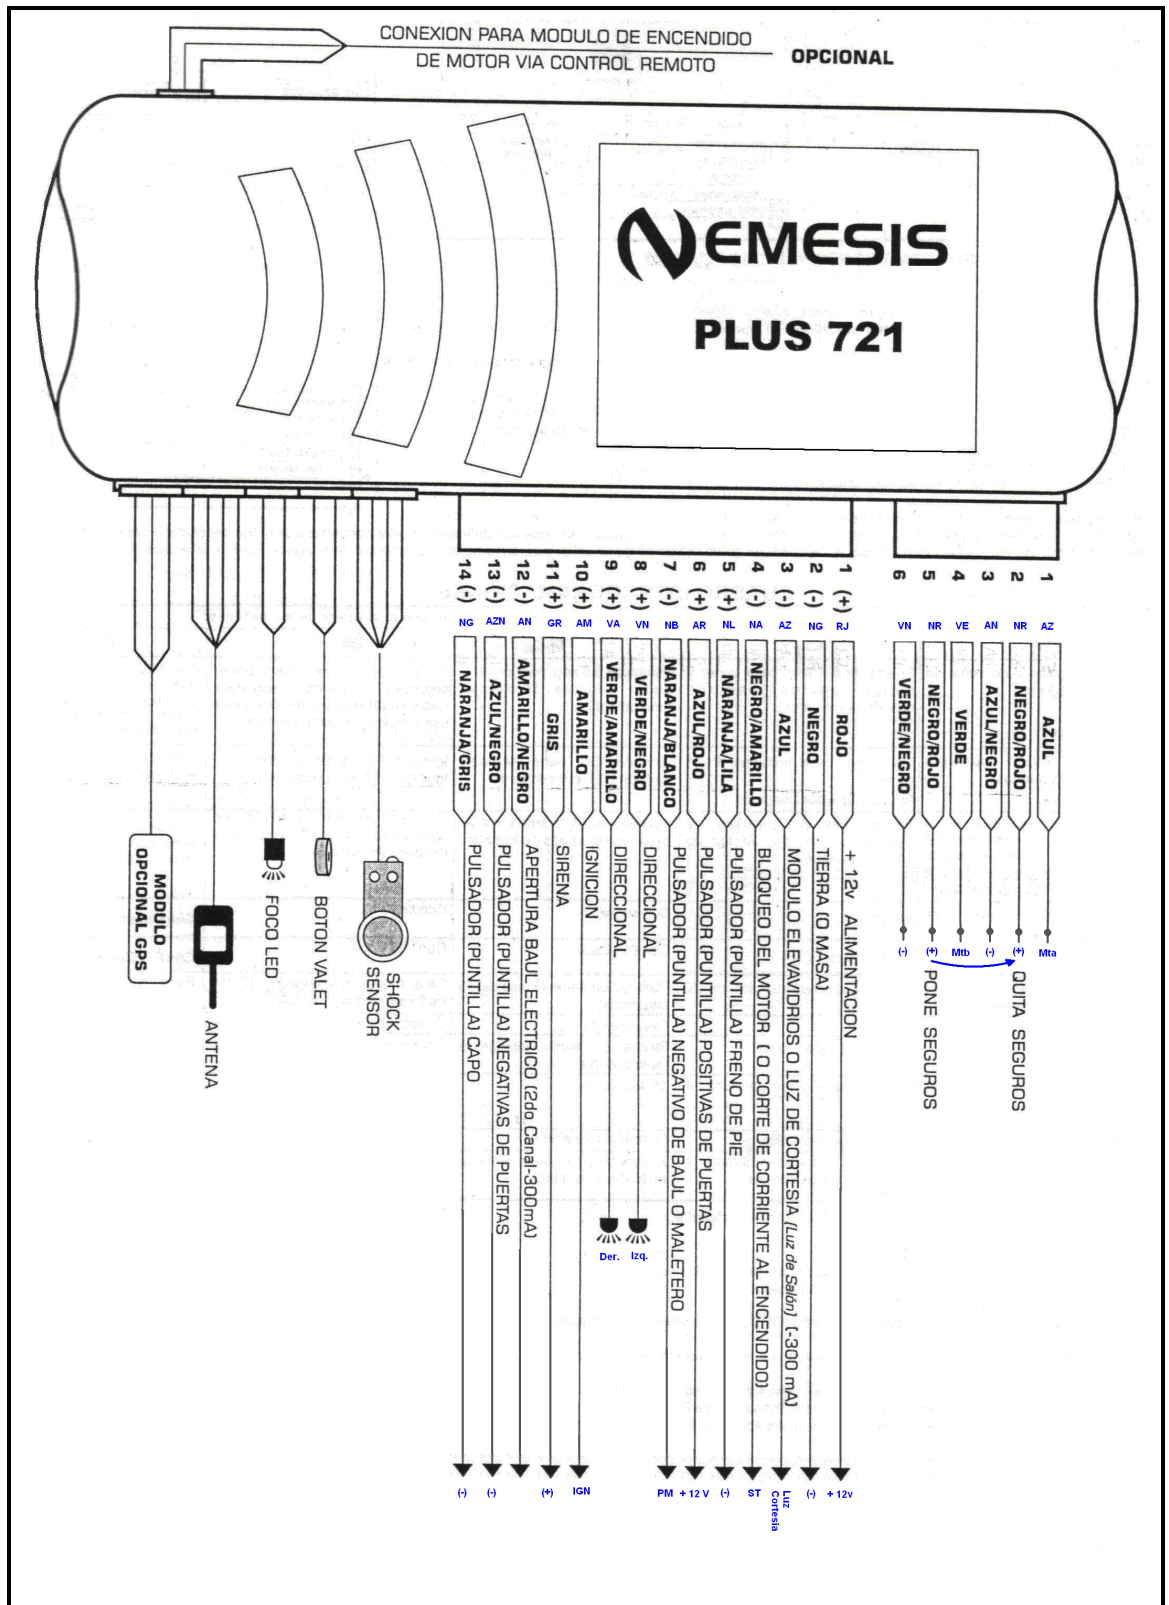

Figura 5.12. Circuito de Instalación Alarma Némesis Plus 721.
- 4.1.** Conecte el Circuito como se muestra en la figura 5.12.